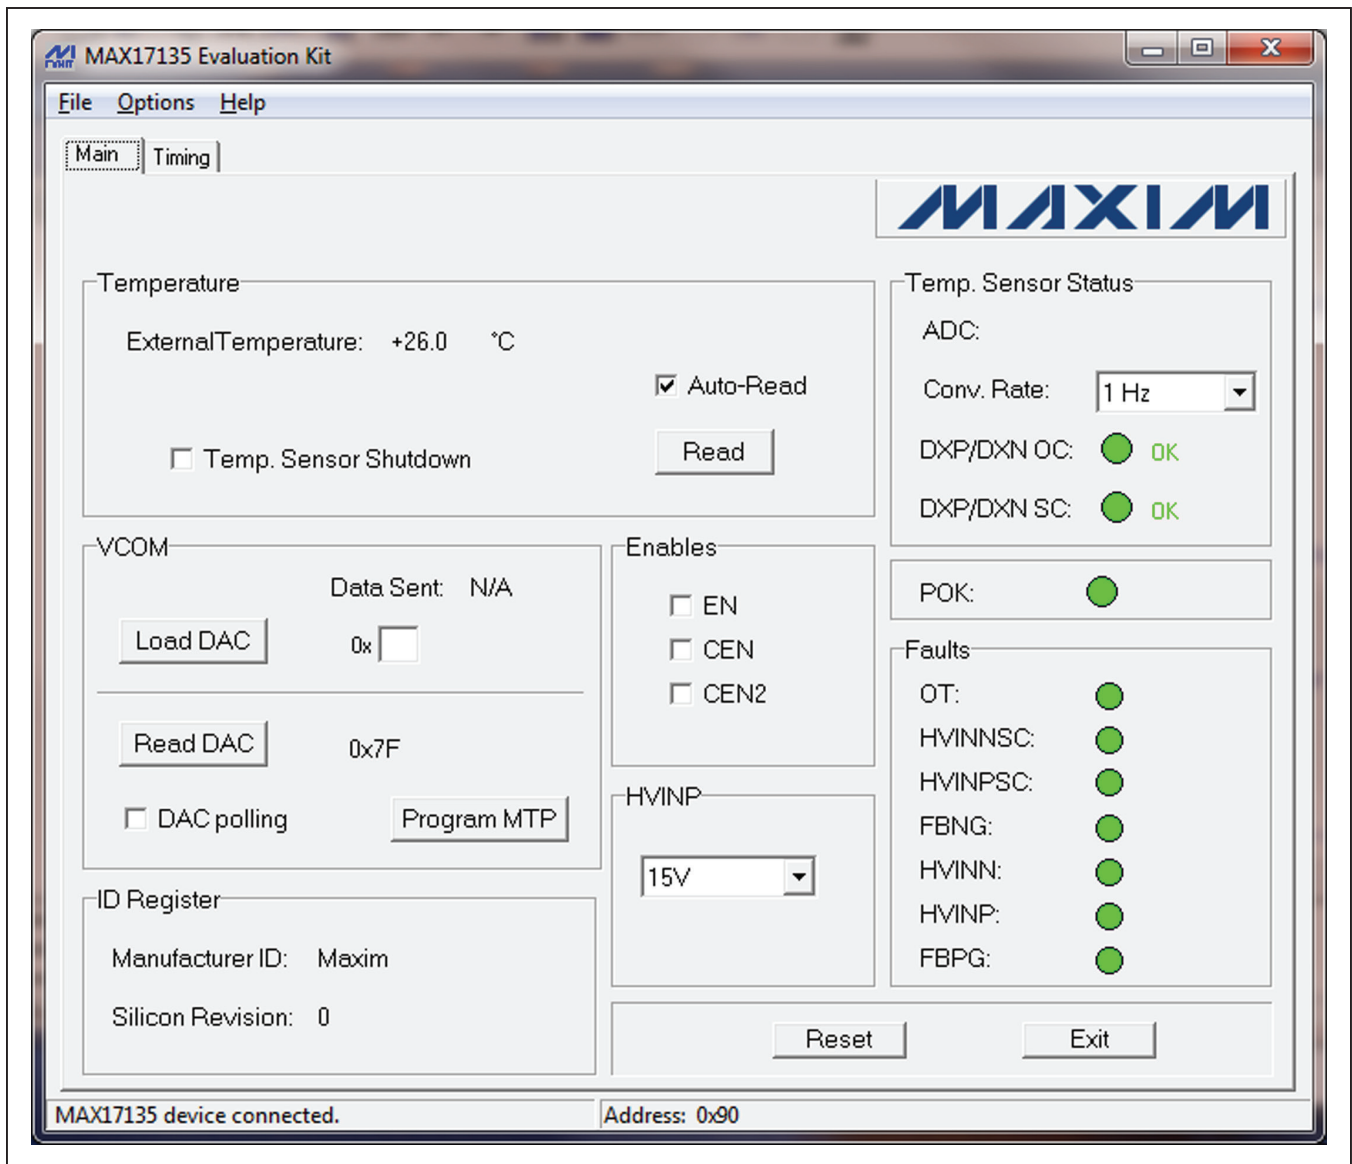
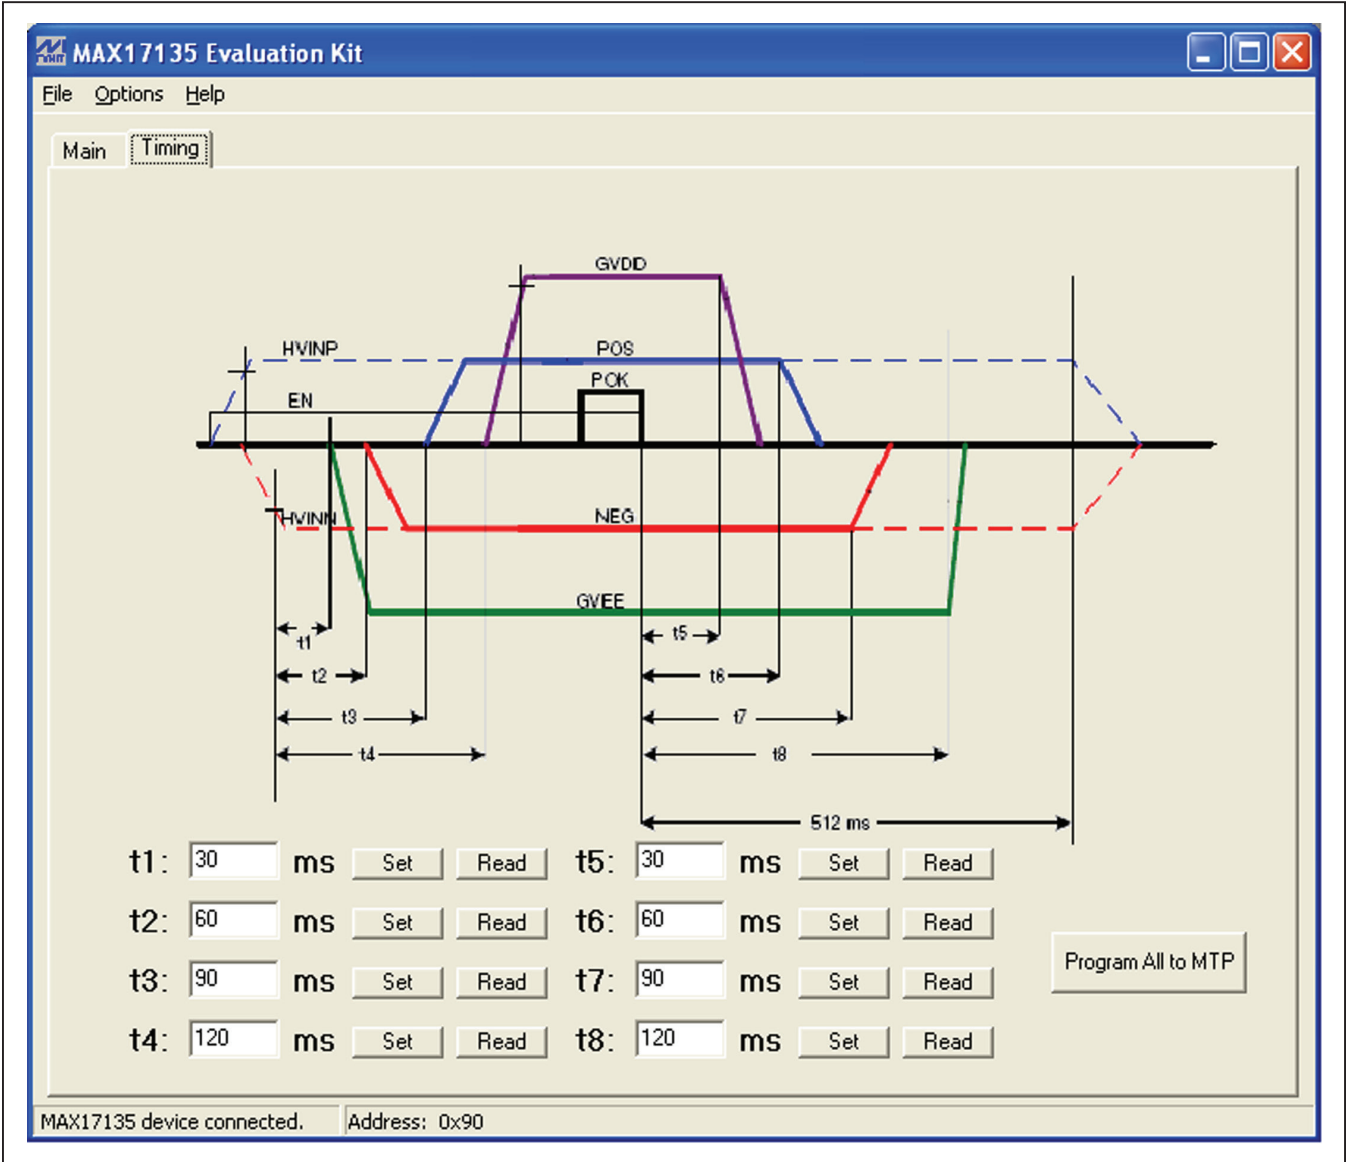

图1. MAX17135评估软件(主窗口标签页)
图2. MAX17135评估软件(定时标签页)
- 14) 如果在评估软件主窗口底部的左侧状态栏中出现已连接MAX17135器件的标识，说明器件工作正常(图1)。
MAX17135评估软件包括两个标签页：Main和Timing。Main标签页(图1)可控制读取温度、VCOM调节、使能、HVINP控制、温度传感器状态、POK和故障监测。Timing标签页(图2)可控制GVEE、NEG、POS和GVDD电源之间的上电/关断顺序和定时。更多详细信息请参阅MAX17135 IC数据资料。
DAC设置对应于给定的VCOM电压。使用评估软件时，通过在VCOM组合框的Load DAC编辑框中输入相应的DAC设置，配置IC的8位内部DAC。DAC可设置为0x00 (VCOM_{MAX})至0xFF (VCOM_{MIN})。通过按Load DAC按钮将DAC设置写至IC (图1)。
Timing标签页中(图2)，GVEE、NEG、POS和GVDD电源之间的上电/关断顺序和定时可通过用相应值编程t1–t8定时寄存器进行设置。IC上电期间，一旦IN和VDD超过其欠压锁定门限，将t1–t8定时寄存器设置为非易失存储器中储存的值，以预设t1–t8定时。非易失存储器中的出厂默认定时设置为：
有两种方法可与IC通信：通过评估软件主窗口(图1和图2)或者通过Advanced Users Interface窗口，可在菜单栏中选择Options | Interface (Advanced Users)调出该窗口。Maxim命令模块接口窗口(图3)包括2-wire interface标签页，允许执行SMBusSendByte()、SMBusReceiveByte()和SMBusQuick()命令。